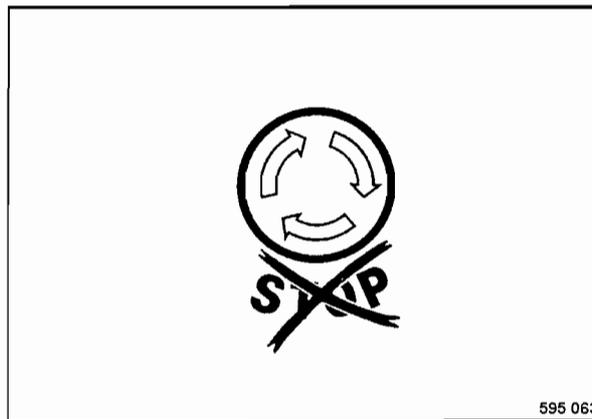

Fig. 28
- Comprobar si el interruptor de parada de emergencia está desbloqueado (Fig. 28).